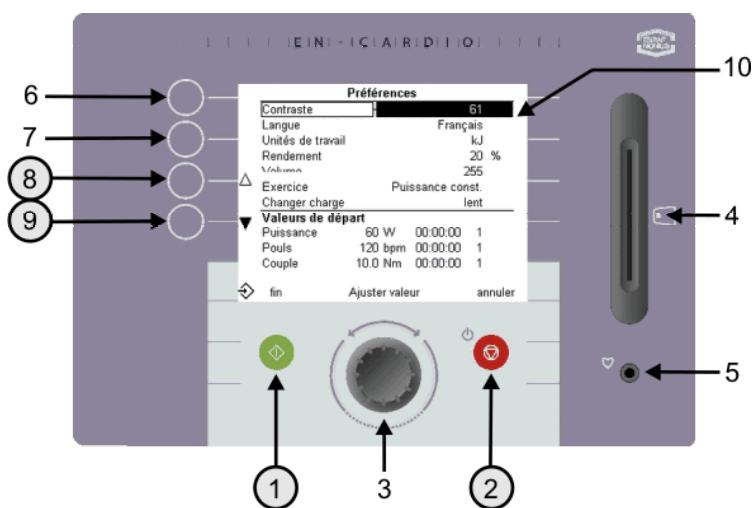

Fig. 15 Réglages personnels
Après les changements vous pouvez quitter le menu préférences par appui sur le bouton vert (1). La forme d'exercice, la durée d'entraînement et le numéro de profil que vous avez sélectionné apparaîtront sur l'écran réglages (Fig. 15).
Si vous désirez quitter l'écran **sans** sauvegarder les changements, appuyer sur le bouton rouge (2). L'écran réglages apparaît (Fig. 15).